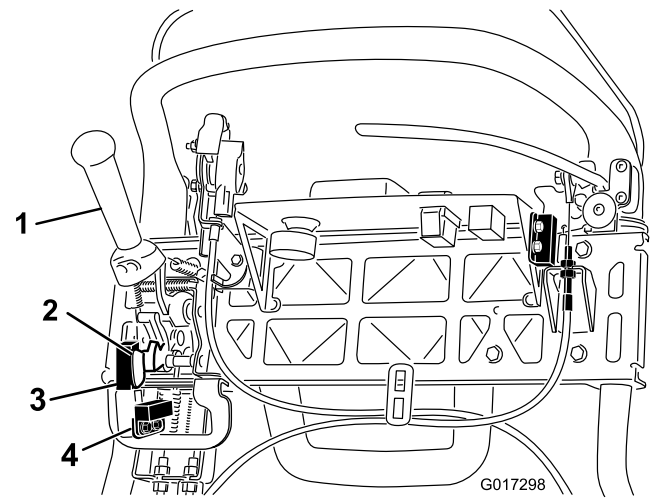

Figura 38
4. Afloje las fijaciones de montaje del interruptor de seguridad (Figura 38).
5. Coloque un suplemento de 1,6 mm de grosor entre la palanca de tracción y el interruptor de seguridad (Figura 38).
4. Afloje las fijaciones del sensor de siega (Figura 38).
5. Coloque un suplemento de 1,6 mm de grosor entre la bandera del sensor de siega y el sensor de siega (Figura 38).